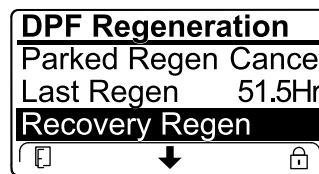

Figura 54
- Se o computador do motor não tiver pedido uma regeneração de recuperação e percorrer a opção REGENERAÇÃO DE RECUPERAÇÃO, a regeneração de recuperação bloqueia e o ícone de bloqueio (Figura 54) surge no canto inferior direito do InfoCenter.